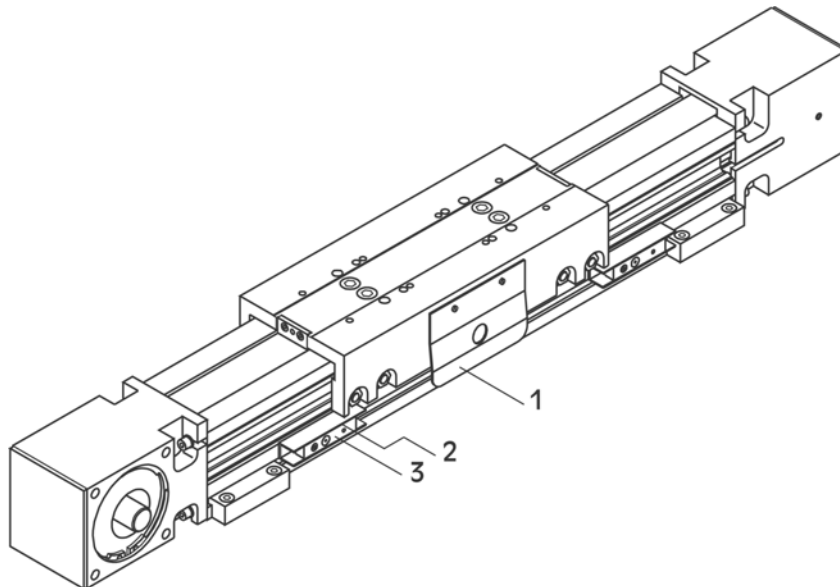

Bild 5: Induktive Näherungsschalter
1. **Bild 5:** Lösen des entsprechenden Näherungsschalters durch Lockern der Befestigungsschrauben (2).
2. Verschieben des Näherungsschalters (3).
1. **Bild 5:** Verschrauben des Haltewinkels (1) mit Zylinderschrauben DIN 912.
2. Verschrauben des Endschalters (3) mit dem Haltewinkel mit Zylinderschrauben DIN 912.